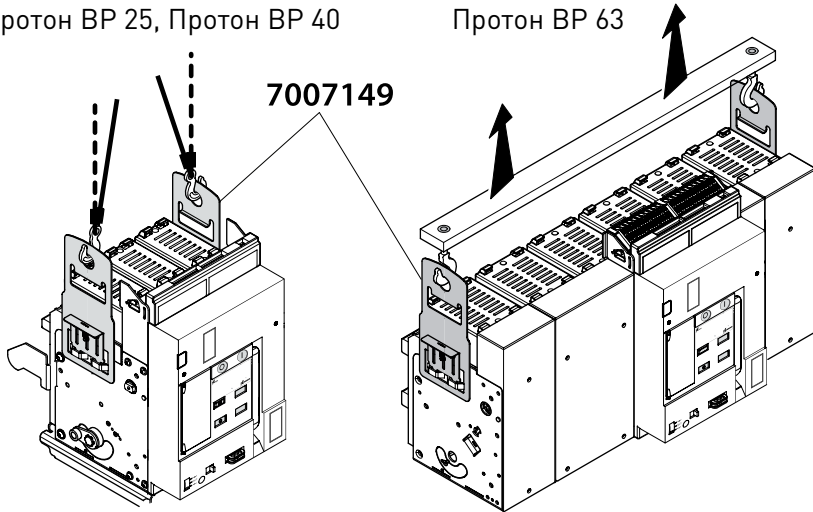

Рисунок 6. Порядок выполнения такелажных работ
1.7.7 Для удобства выполнения такелажных работ в выключателях-разъединителях Протон ВР предусмотрены подъемные пластины, см. рисунок 6.